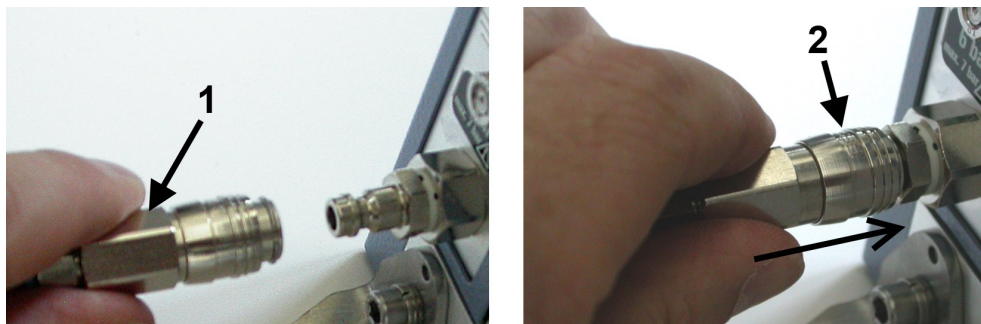

Figura 6-8: Conectar el suministro de aire comprimido
8. Conecte el adaptador push-pull al enchufe de acoplamiento rápido. Para hacerlo, sujete el adaptador por la parte trasera (véase 1 en la figura 6-8) y presiónelo en el enchufe de acoplamiento rápido (2).